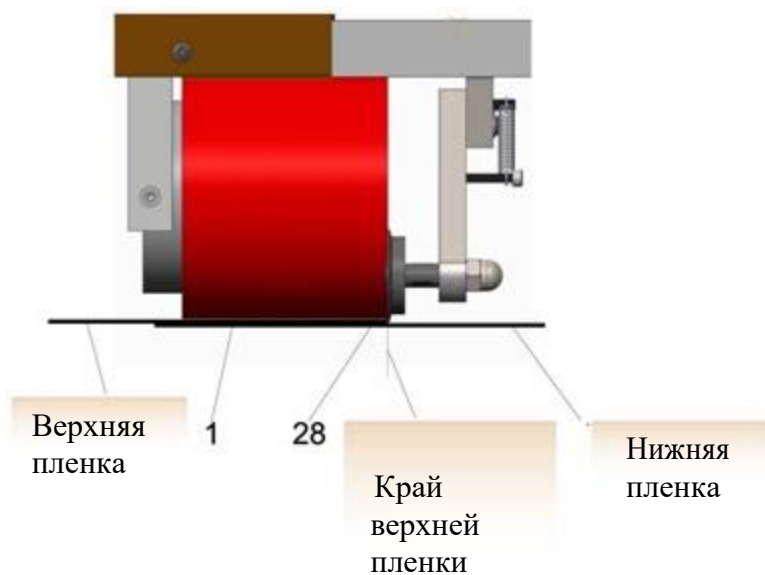

Рисунок 4
1. Поверните рычаг подъема (21) против часовой стрелки, чтобы приподнять прижимной ролик (1) от земли, переместить сварочный аппарат в положение сварки (край верхней пленки должен находиться в одном положении с прижимным роликом (1)), как показано на рис.4.
2. Прижмите неподвижную пластину направляющего колеса (30), чтобы прижать направляющее колесо (28) к земле и удерживать направляющее колесо (28) в одном положении с краем верхней пленки.